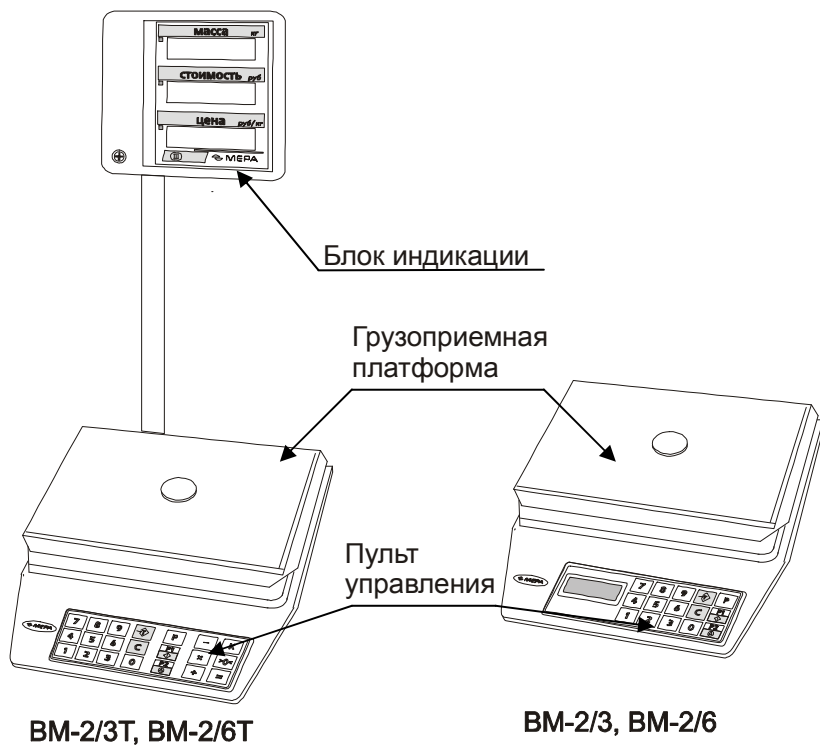

Рисунок 1 - Внешний вид весов
3.1 Весы состоят из следующих основных частей (рисунок 1):